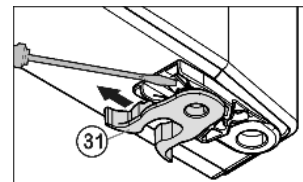

Fig. 8
- ▶ Spostare il Fig. 8 (31) morsetto a molla: Premere verso il basso il dente antifilamento, estrarre il morsetto a molla tirando verso l'alto.